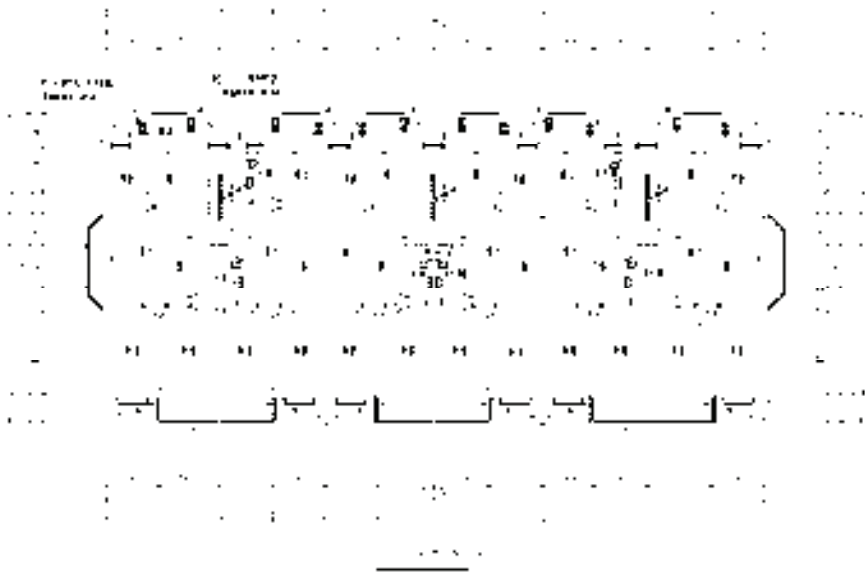

图 14-79 图名标注
9) 添加图名标注。调用“图名标注”命令，在弹出的“图名标注”对话框中设置参数，点取图名标注的插入点，即可完成标注操作，结果如图 14-79 所示。